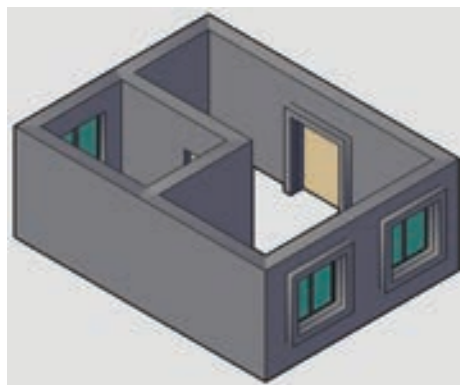

图 5-62 门窗套的三维效果
6) 将当前视图转换为“西南等轴测视图”，查看门窗套的三维效果，如图 5-62 所示。